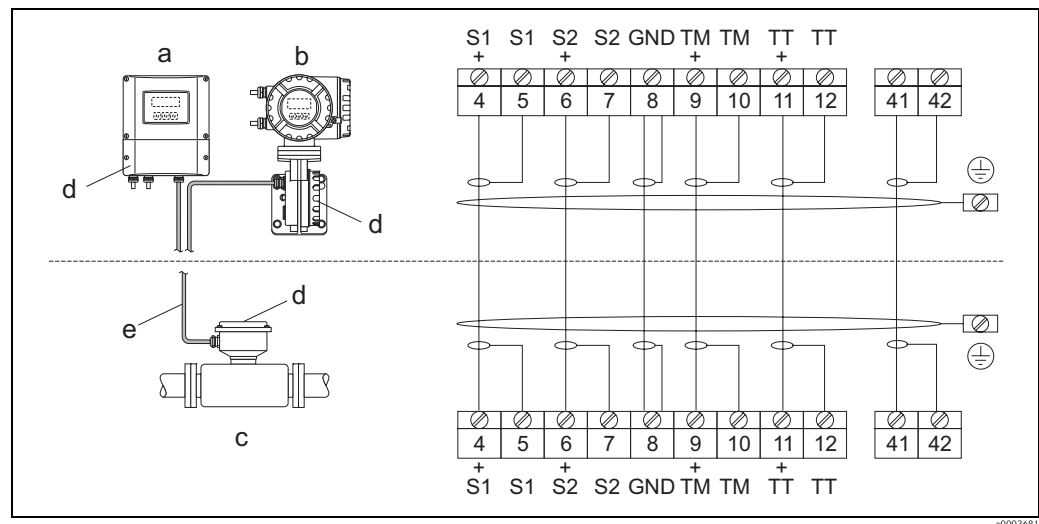

Abb. 17: Anschluss der Getrenntausführung
3. Verdrahtung zwischen Messaufnehmer und Messumformer gemäß elektrischem Anschlussplan vornehmen (siehe Abb. 17 oder Anschlussbild im Schraubdeckel).